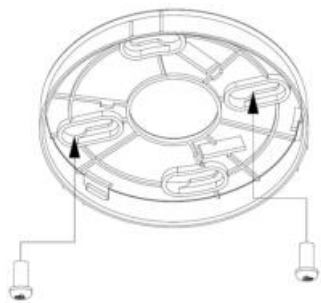

Fig. 5 – Takfäste - Basen
- Fäst basen på taket med de medföljande skruvarna (se fig. 5).